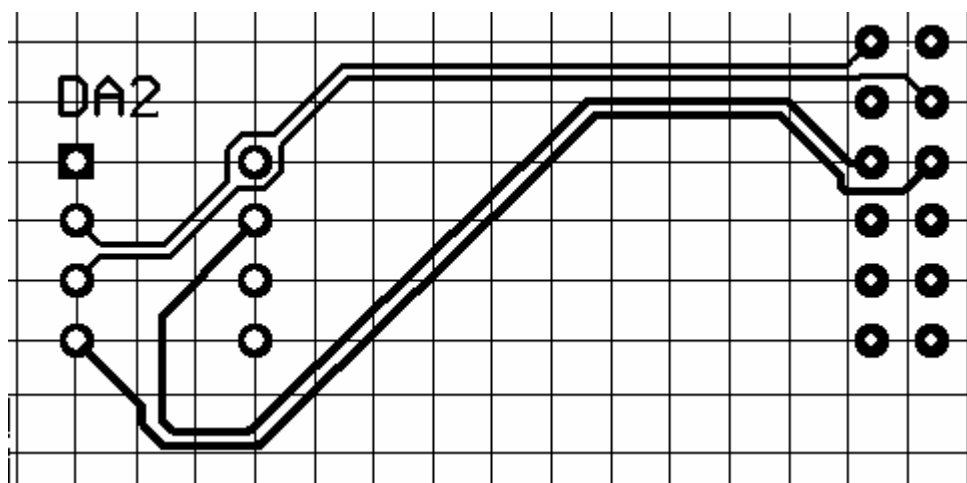

Рис. 7.21
3. Навести курсор на один из контактов компонента, с которого начинается трассировка дифференциальной пары, и щелчком левой клавиши мыши дать старт прокладке трассы. Программа сводит проводники дифференциальной пары до расстояния, определенного в правилах, и далее ведет оба проводника параллельно (рис. 7.21).